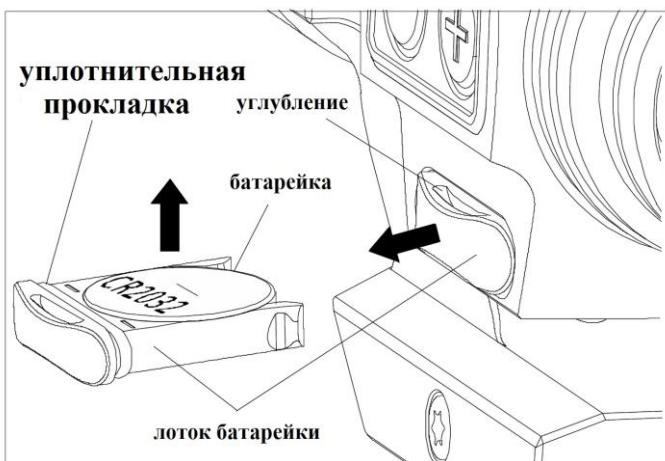

рис.2-1
- Извлечение батарейки (см. Рис.2-1):